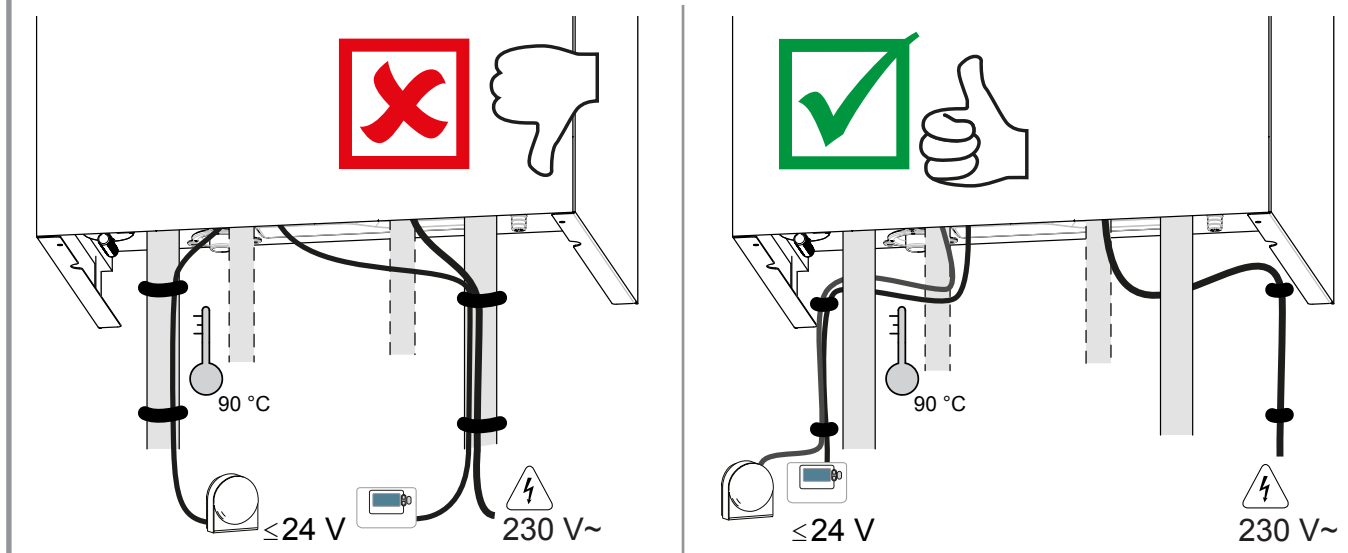
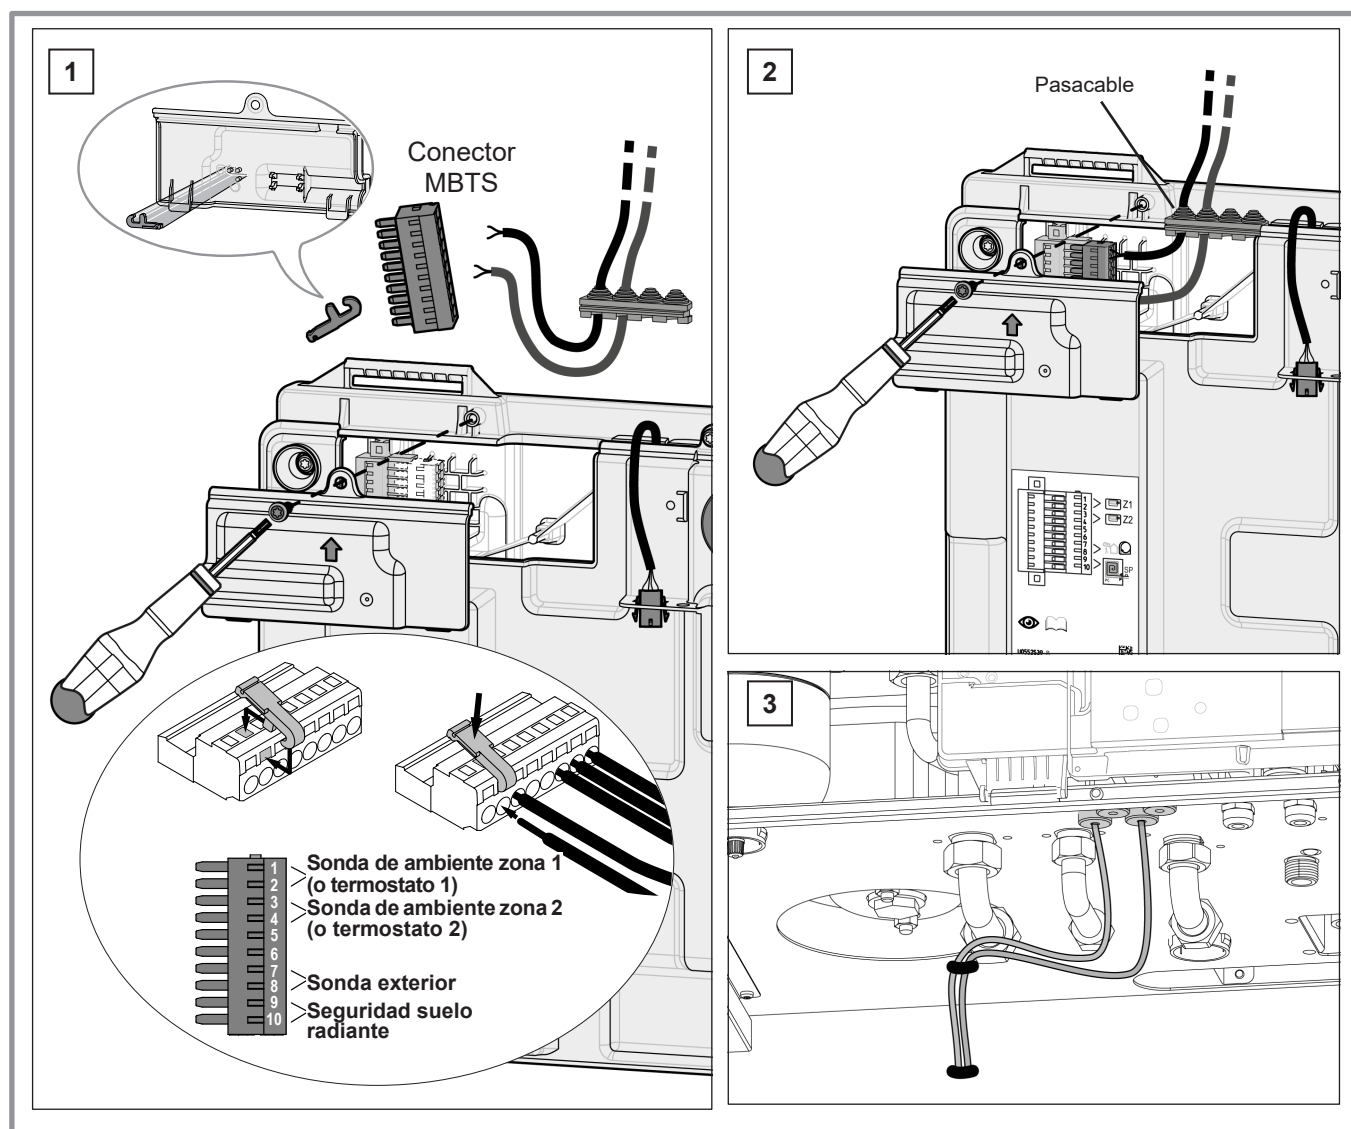

figura 20 - Camino de los cables
figura 24 - Acceso borne MBTS
- Efectúe las conexiones siguiendo los esquemas (figura 20 y figura 24, página 27).